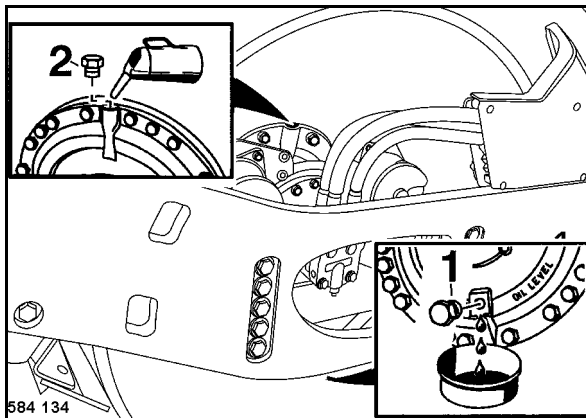

fig. 158
Dévisser le bouchon de vérification du niveau 1 en bas du bandage (fig. 158) et remplir l'huile par l'orifice (2) jusqu'à ce qu'elle s'écoule de l'orifice de vérification du niveau.